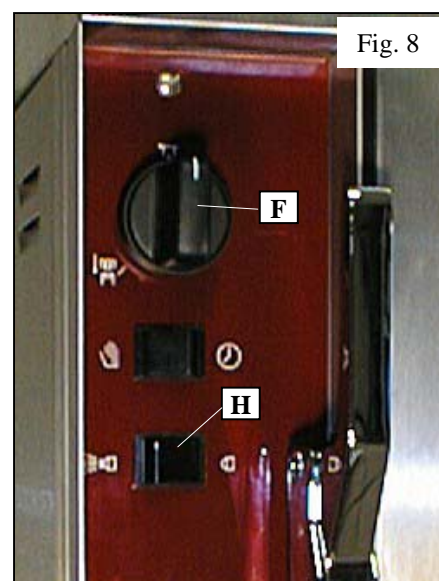

Fig. 8
(FR) **Option humidificateur (fig. 8)** Basculez l'interrupteur **H** sur la position et positionnez la commande de oura **G** sur . Cette commande ne fonctionne que lors de la chauffe des résistances. Vérifiez le niveau du tiroir de récupération.
(GB) **Optional humidifier (fig. 8)** Set 2-position switch **H** to and steam exhaust control **G** to . Controls will not operate unless resistance heaters are switched on. Check condensate tray level.
(NL) **Bevochtiger (optie) (fig. 8)** Plaats tweestandenschakelaar **H** in de stand en de stoomafvoerbediening **G** in de stand . Het regelsysteem werkt alleen als de weerstanden aan de spanning zijn geschakeld. Controleer het condensatniveau in de condenswaterbak